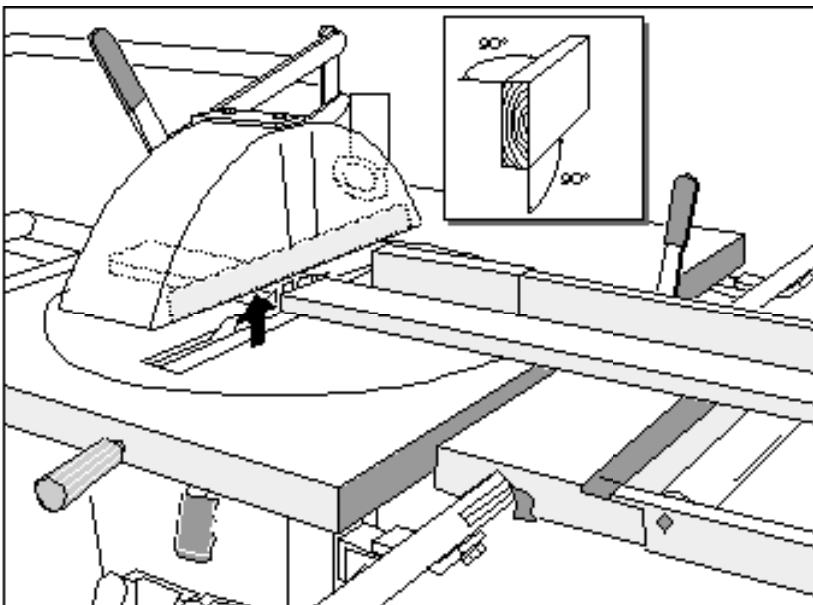

Fig. 3
- Lyft sågklingan med hävarmen och låt sågklingan lugnt skära igenom arbetsstycket. Se *fig. 3*.